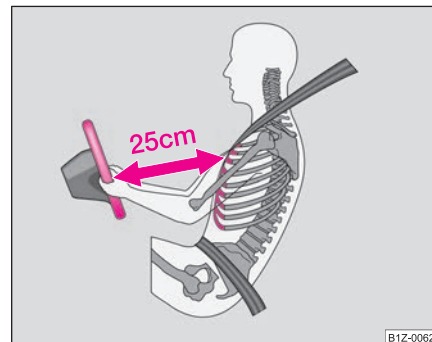

Fig. 90 Distancia de seguridad con respecto al volante
- El conductor se ha de mantener a una distancia mínima de 25 cm del volante ⇒ **página 107, fig. 90**. Si no respeta la distancia mínima, el sistema de airbag no podrá protegerle - ¡Peligro de muerte!